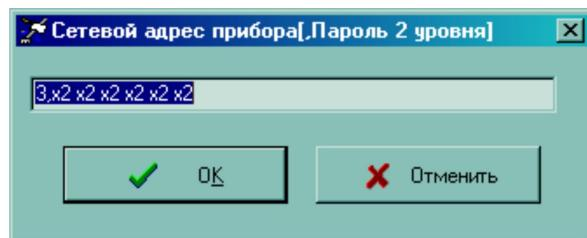

Рисунок 21
- 5) Ввести сетевой адрес счетчика (рисунок 21).